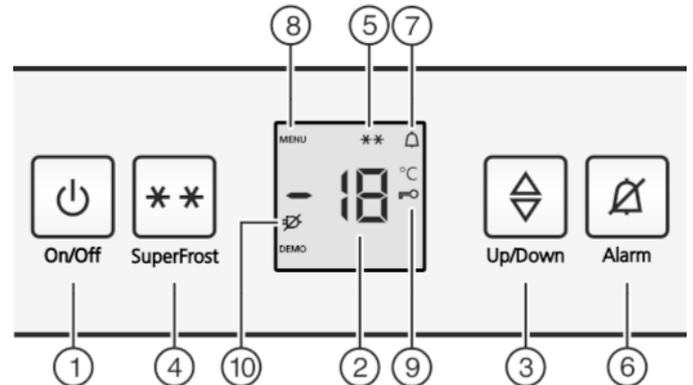

Fig. 2
- ▶ Pulsar tecla On/Off Fig. 2 (1)
- ▶ Activar el modo de ajuste: pulse la tecla SuperFrost Fig. 2 (4) durante aprox. 5 segundos.
- ▷ En el indicador se visualiza el símbolo Menú Fig. 2 (8).
- ▶ Confirmar con la tecla SuperFrost Fig. 2 (4).
- ▷ El símbolo de seguridad para niños Fig. 2 (9) se ilumina en el indicador.
- ▶ Pulse brevemente la tecla On/Off Fig. 2 (1).
- ▷ El símbolo seguridad para niños Fig. 2 (9) desaparece.
- ▶ Pulse la tecla Alarm Fig. 2 (6).
Simultáneamente, parpadea la indicación de temperatura y el símbolo de alarma Fig. 2 (7).
El tono de aviso se desactiva automáticamente, el símbolo de alarma Fig. 2 (7) se apaga y la indicación de temperatura deja de parpadear cuando la temperatura vuelve a descender lo suficiente.